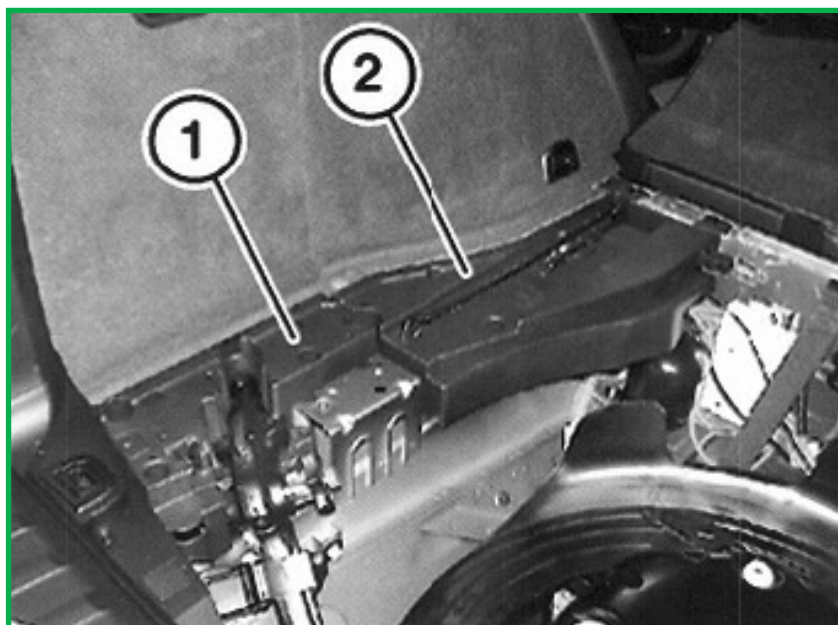

图2
4. 拆下侧梁 (1) 和 (2) 的支架，以便能够接触到储气罐。(图 2)